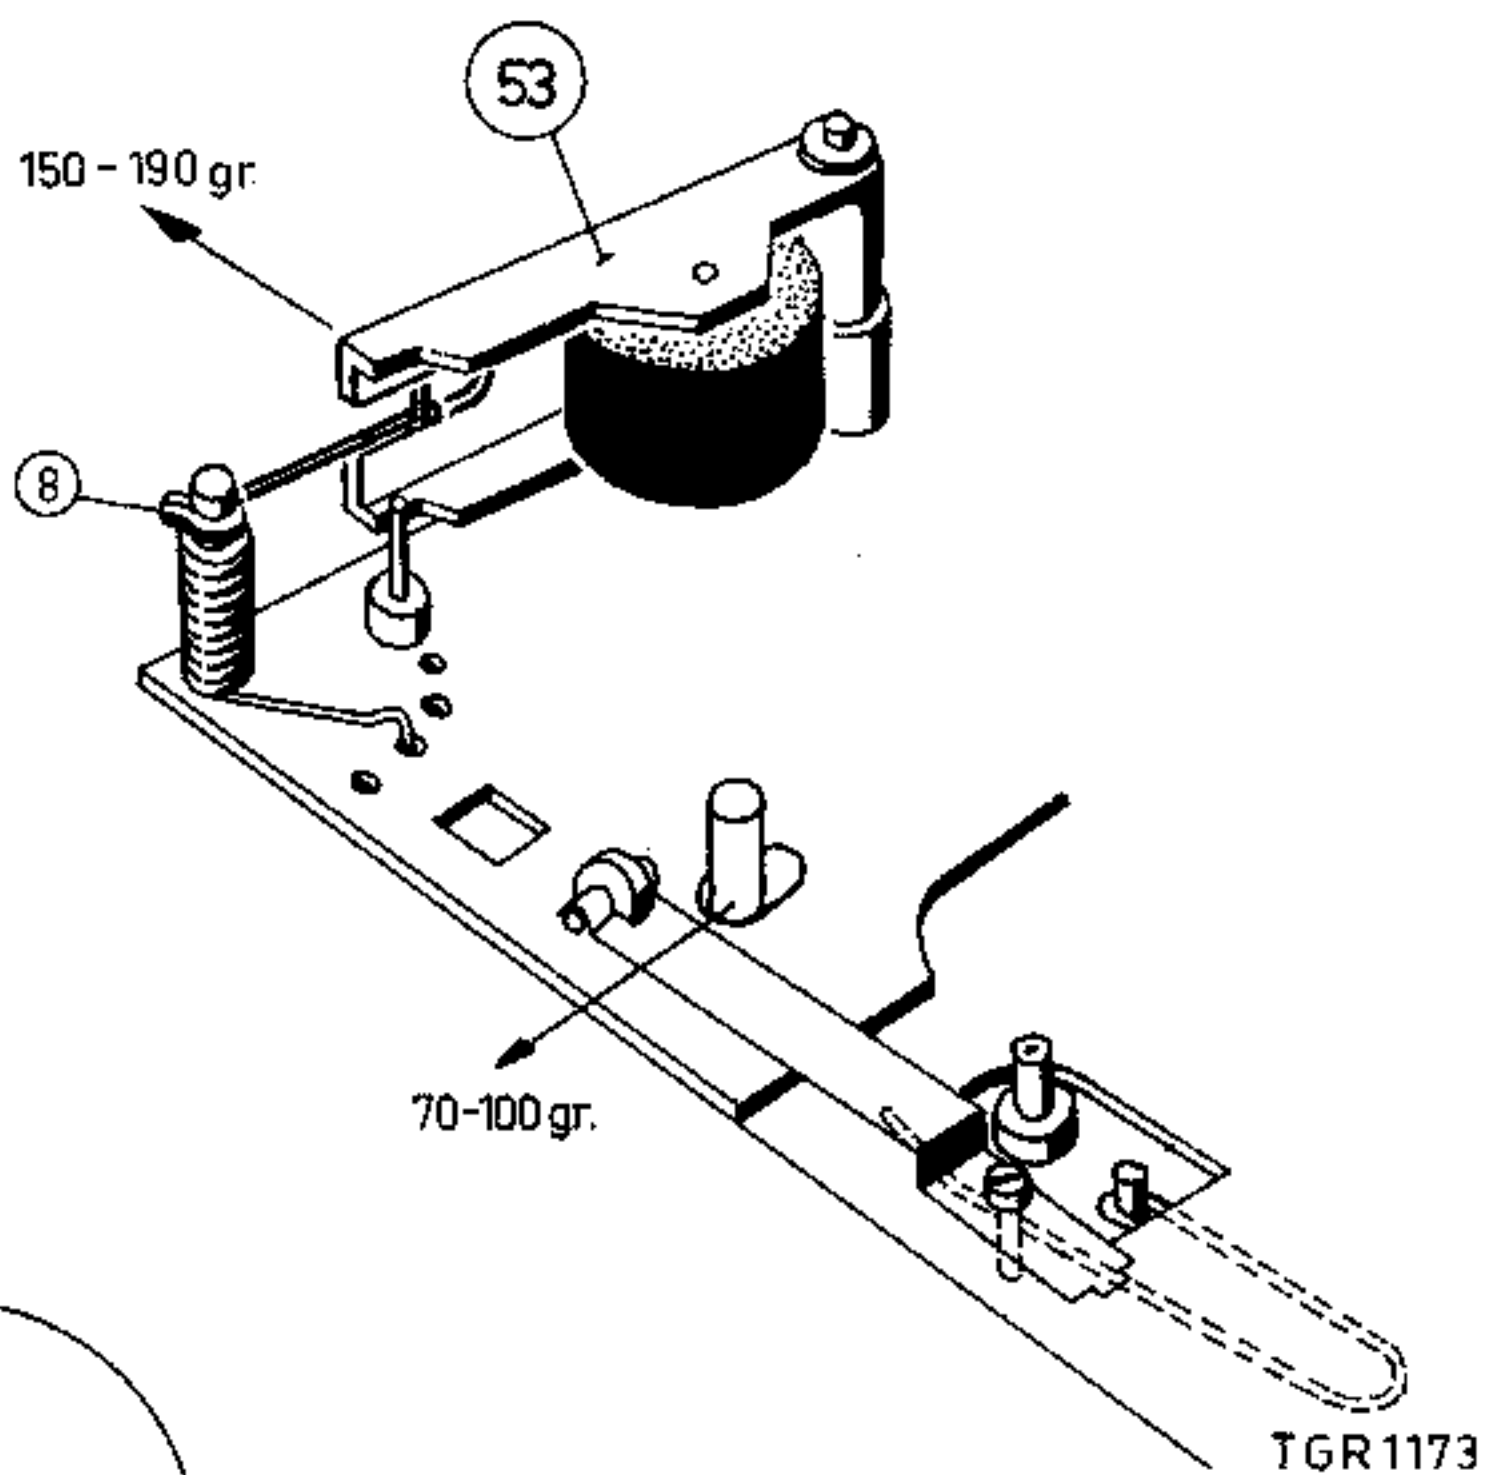

Fig. 3
- . De kracht die nodig is om de drukrol net vrij van de toonas te trekken, moet liggen tussen de 170  $\pm$  20 gram, zie fig. 3.
In het geval van een te laag koppel van de opspoelfrictie, dient eerst de druk van de poelie tegen de spoelschotel gemeten te worden, als aangegeven in fig. 3.
De druk van het speelwiel tegen de rechter spoelschotel moet  $85 \pm 15$  gr bedragen, zie fig. 3.